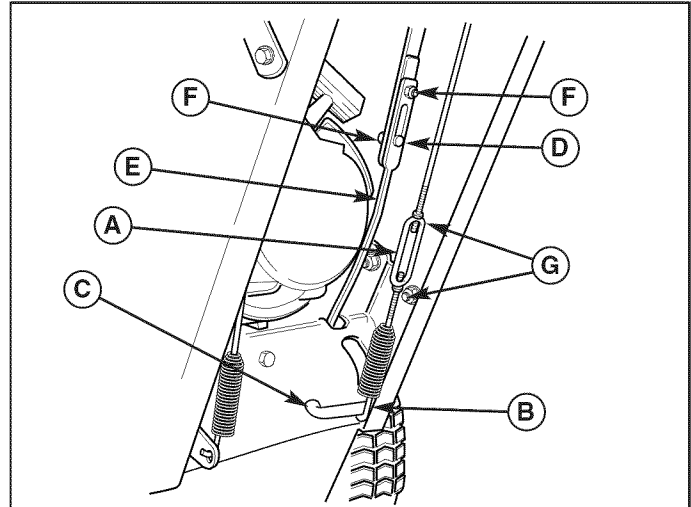

Figura 18. Tiranteria del cambio e del comando della coclea
1. Allentare i due dadi (F, Figura 18).
3. Spingere l'asta inferiore nell'alloggiamento e serrare i due dadi. Non sollevare o abbassare le aste nel corso del serraggio. Controllare che gli spallamenti dei dadi a testa tonda (D) siano inseriti nelle scanalature.
1. Con la leva del comando rilasciata, il gancio (B, Figura 18) deve entrare appena in contatto con la leva (C), senza sollevarla. Il gioco massimo consentito è di 0,8 mm, come mostrato.
2. Per regolare, allentare i due dadi (G) e tenere l'asta inferiore, onde evitarne la rotazione. Girare a destra il tenditore a vite, per abbassare la molla, o a sinistra per sollevarla.